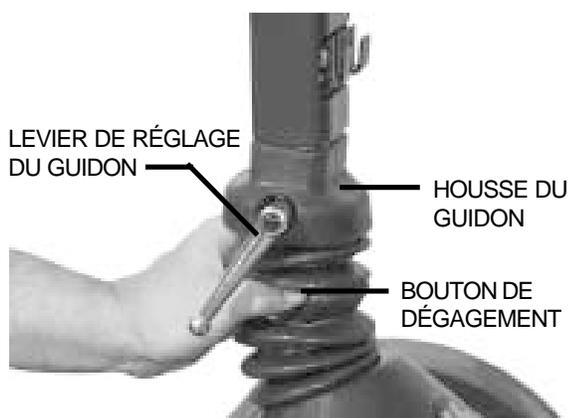

Figure 11. Réglage De l'angle Du Guidon
1. Tournez le levier de blocage du mât dans le sens opposé à celui d'une montre jusqu'à ce que le mât du guidon soit désengagé. Si le levier vient en contact avec le panier, tirez dessus, tournez - le dans le sens d'une montre et relâchez-le. Voir figures 11 et 11a.